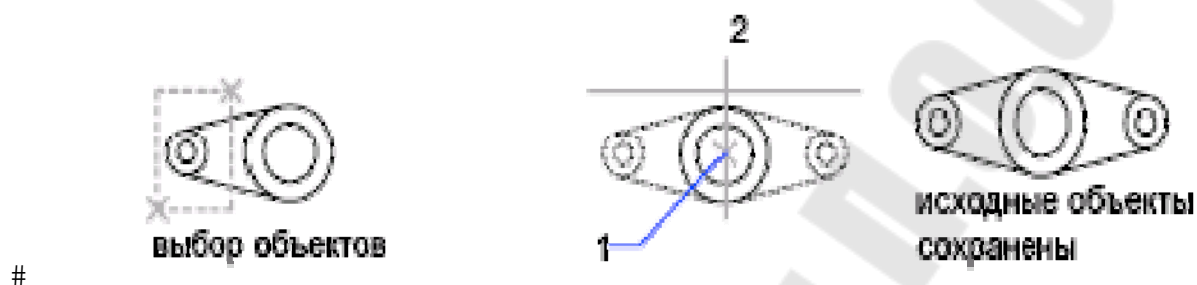

Рис. 3.179 Создание зеркальной копии объекта
Первая точка оси отражения или [Нормаль] – пользователь должен указать точку (1), через которые проходит осевая линия, относительно которой объекты отражаются зеркально (рисунок 3.179) или использовать альтернативный способ задания оси с помощью опции **Нормаль**.
Вторая точка оси отражения – пользователь должен указать вторую точку (2), через которые проходит осевая линия (рисунок 3.179).